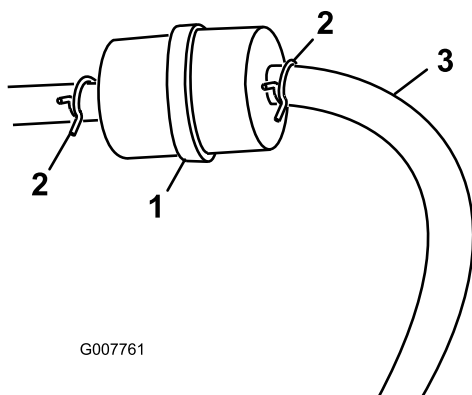

Figure 30
3. Pincez les extrémités des colliers et faites-les glisser pour les éloigner du filtre (Figure 30).
5. Posez un filtre neuf et rapprochez les colliers de fixation du filtre (Figure 30).
3. Desserrez le collier de serrage au niveau du filtre à carburant et éloignez-le du filtre en le poussant le long de la conduite d'alimentation (Figure 30).
4. Débranchez les conduites d'alimentation du filtre à carburant (Figure 30).
Remarque: Laissez l'essence s'écouler dans un bidon ou un bac de vidange (Figure 30).
5. Raccordez la conduite d'alimentation au filtre. Rapprochez le collier de serrage du filtre pour fixer la conduite d'alimentation (Figure 30).